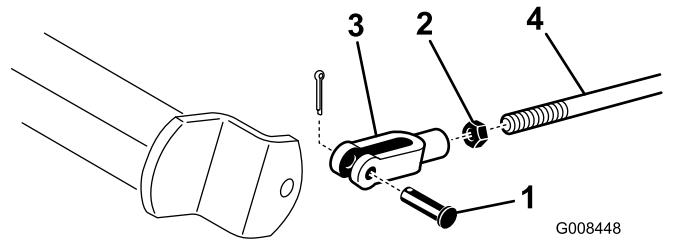

图44
A. 取下开口销和柱销断开刹车杆 图44。
B. 松开锁紧螺母并相应调节 U 形销 图44。
C. 将 U 形销装回刹车轴 图44。